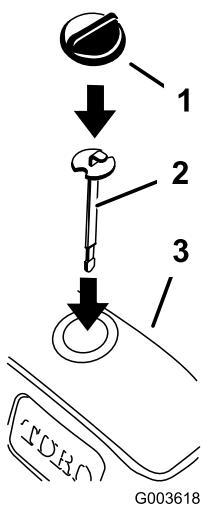

Figura 36
- Inserite l'asta di livello nuova e controllate il livello dell'olio idraulico (Figura 36).